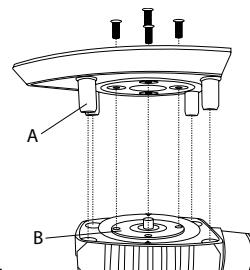

Abbildung 1
- ◆ Montieren Sie jetzt die gewünschte Schleifplatte. Stellen Sie sicher, dass die Befestigungsplatte B zu der Schleifplatte ausgerichtet ist. Die Gewindebohrungen der Befestigungsplatte B müssen zu den entsprechenden Löchern der jeweiligen Schleifplatte ausgerichtet sein. Die Kunststoffstifte A 15 (nur Schleifplatte 9 und 11) zu den Löchern im Gerät (siehe Abb. 1).